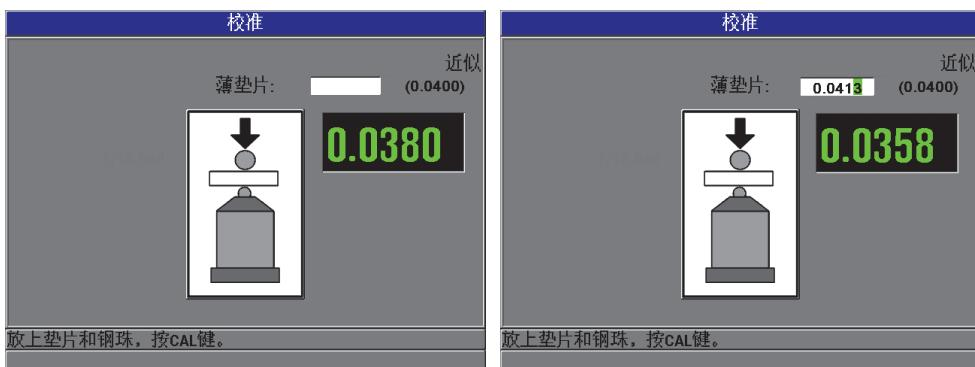

图 4-8 薄垫片校准点
5. **薄垫片点:** 仪器会提醒用户将特定的薄校准垫片和目标放在探头尖端上。这个薄校准点的厚度会根据所选的目标滚珠、圆盘或钢线的不同产生变化。屏幕上较低的测量值框中会显示垫片的大约厚度值。按 [校准] 键, 将测量值传输到上面的文本框中, 然后使用箭头键根据校准垫片的已知厚度修改框中的值, 然后按 [校准] 键 (参见第 75 页的图 4-8)。